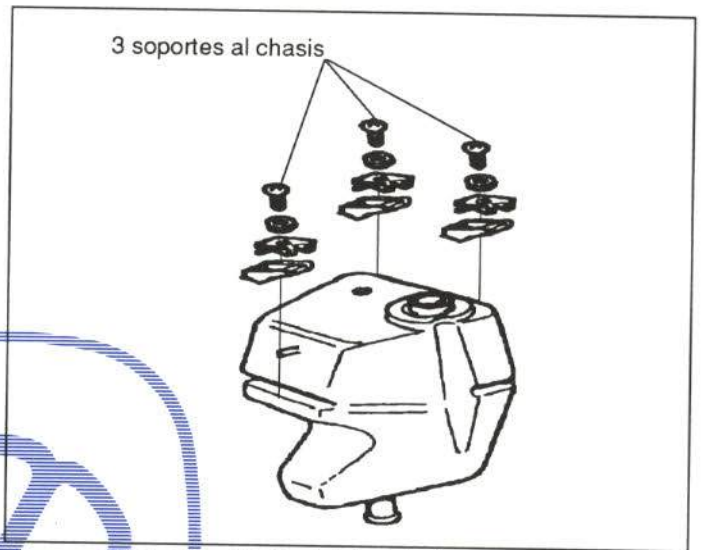

Figura 30.- Fijación del depósito de combustible
En la figura 30 se muestra su fijación.
- Depósito de gasolina (figura 30)